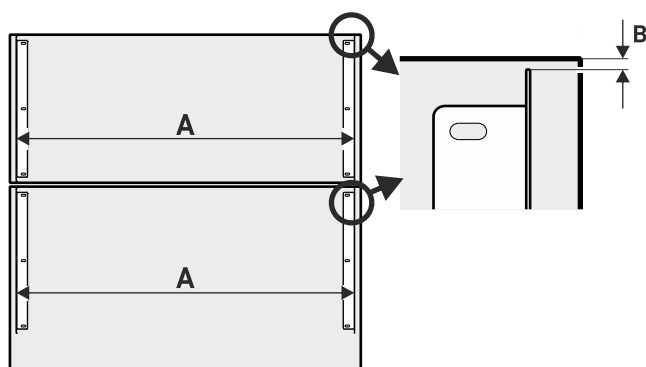

Fig. 40
- Befestigungswinkel unter Berücksichtigung von Abstand Fig. 40 (A) und Abstand Fig. 40 (B) montieren.